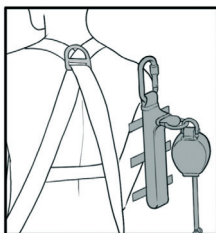

fig.1
1. Collocare il DSL2 in modo che le chiusure in Velcro siano a contatto con le cinghie dell'imbracatura, lasciando il pacco per l'assorbimento degli urti nella posizione più esterna (fig. 1).